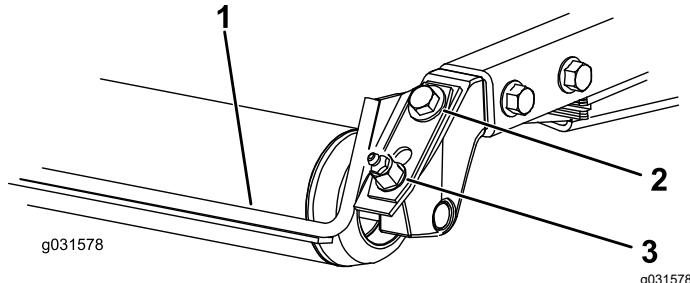

Bild 21
1. Lösen Sie die Schmiernippel und Befestigungsschraube (Bild 21).